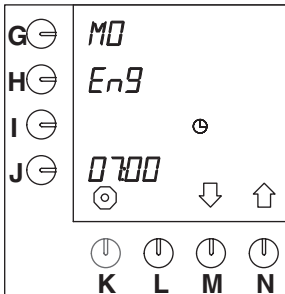

Fig. 41 Valg av språk
- Etter 10 sekunder vises standardinnstillingen "EnG" blinkende ved siden av programmeringstasten (fig. 41).